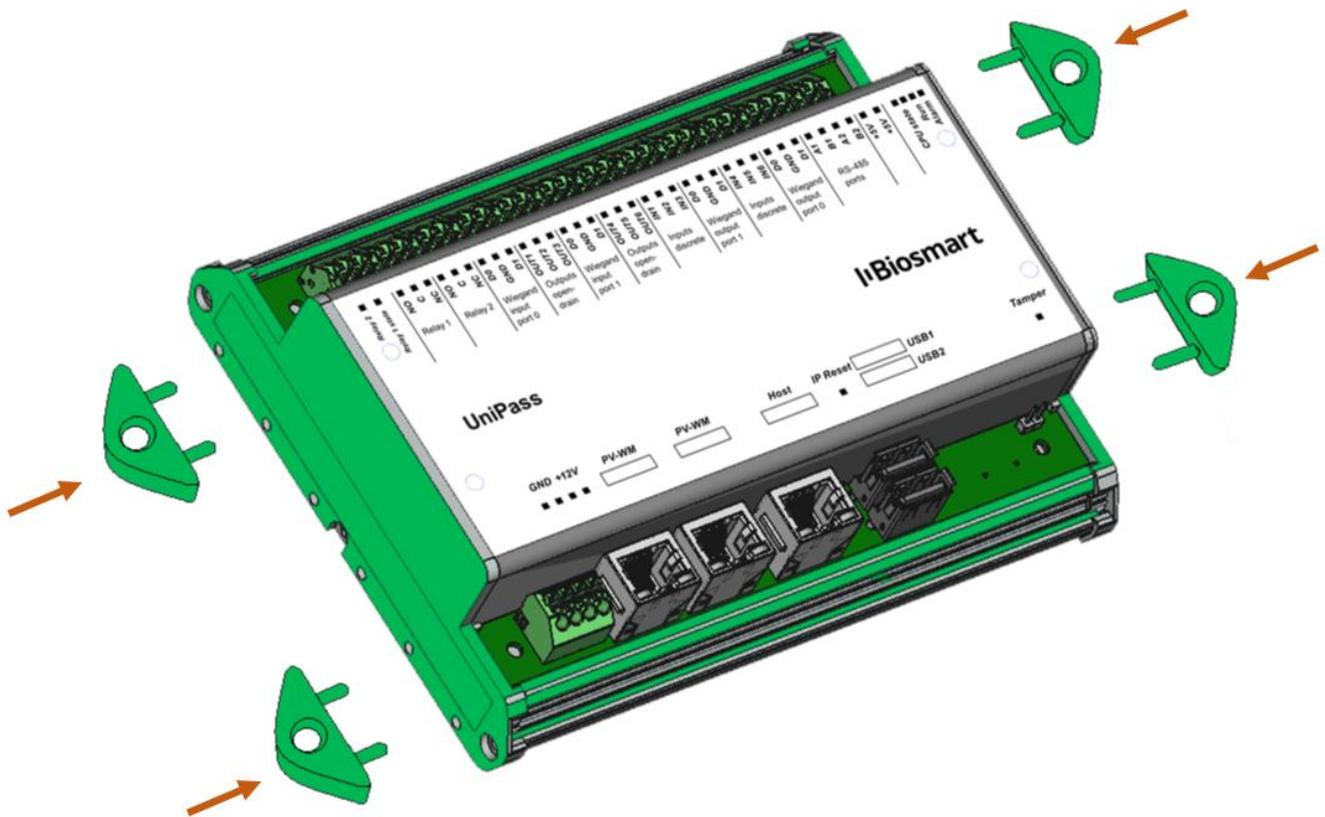

Рисунок 4 - Установка фланцев для настенного монтажа
3. Вставьте фланцы из комплекта в боковые разъемы на корпусе контроллера (см. Рисунок 4).